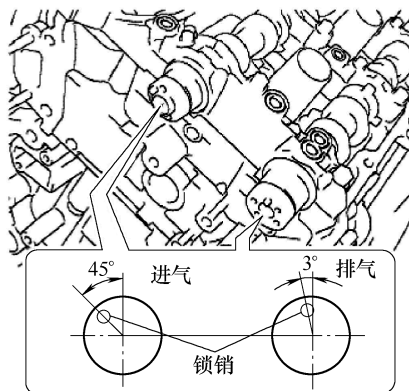

图 1-5 左侧凸轮轴锁销位置
④ 拆下两个螺栓。然后在 1 号和 2 号链条仍连接在齿轮上的情况下，拆下凸轮轴正时齿轮、排气凸轮轴正时齿轮和右侧曲轴正时链轮。
⑤ 从齿轮上拆下 1 号和 2 号链条。
39) 拆卸左侧凸轮轴轴承盖，确保凸轮轴的锁销位于如图 1-5 所示的位置。